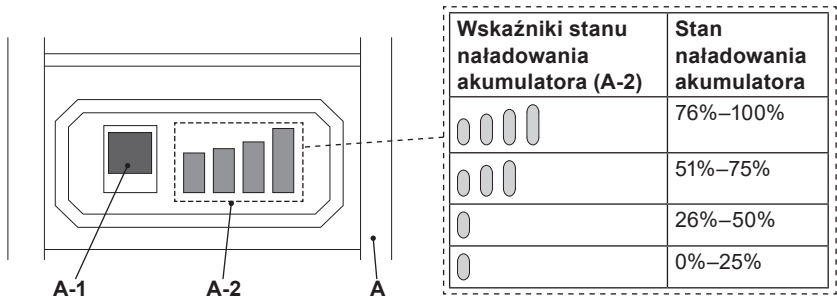

Rys. 4
Wskaźniki (3, 4) na ładowarce (1) pokazują stan ładowania (rys. 4).